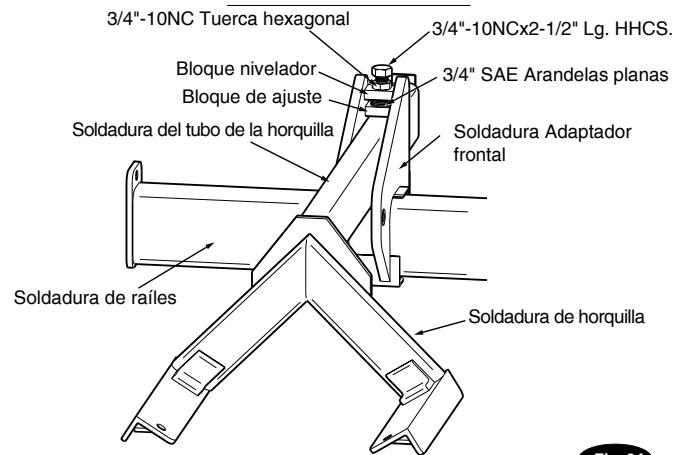

Fig. 34
1. Se deben añadir arandelas planas SAE de 3/4" entre el bloque de nivelación y el bloque de ajuste. Se necesitarán (5) arandelas en cantidad si el suelo está completamente nivelado.
2. Coloque la contratuerca de 3/4«-10NC en el HHCS de 3/4«-10NC x 2-1/2" lg., apretando hasta que la tuerca quede cerca de la cabeza del perno, véase la Fig. 34.